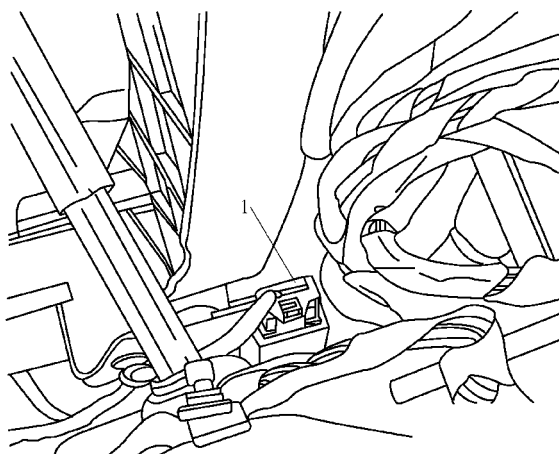

图 3-2-27 将插接器从离合器踏板开关 F194 上拔下
4) 将插接器 1 从离合器踏板开关 F194 上拔下, 如图 3-2-27 所示。